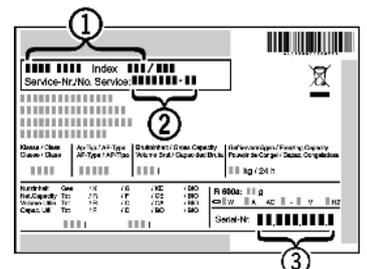

Fig. 10
► Den Kundendienst benachrichtigen und den Fehler, Gerätebezeichnung Fig. 10 (1), Service-Nr. Fig. 10 (2) und Serial-Nr. Fig. 10 (3) mitteilen.